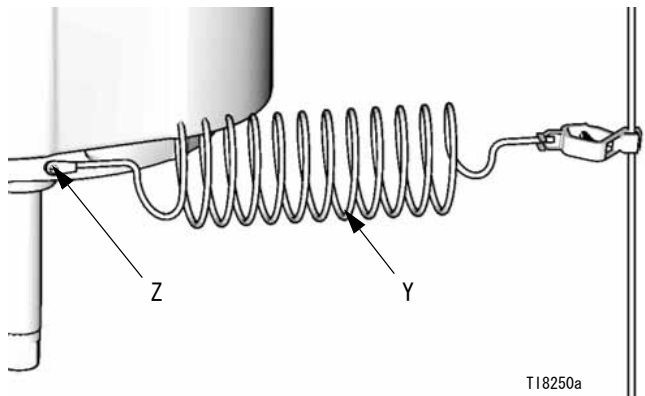

図 .1
ポンプ：モーターの接地ネジ (Z) およびロックワッシャを使用して接地線 244524 (Y) を取り付けます。ネジを固く締めます。接地ワイヤの另一端を大地アースに接続してください。図 .1 を参照のこと。